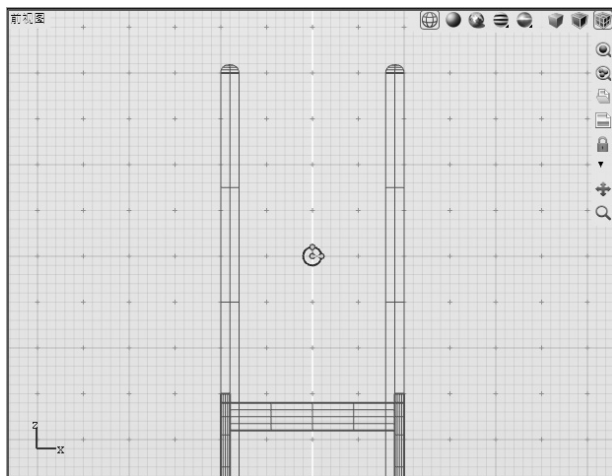

图 5-25 设置椭圆圆心
2) 当控制台提示“圆心”时，单击图 5-25 中所示的位置设置圆心。